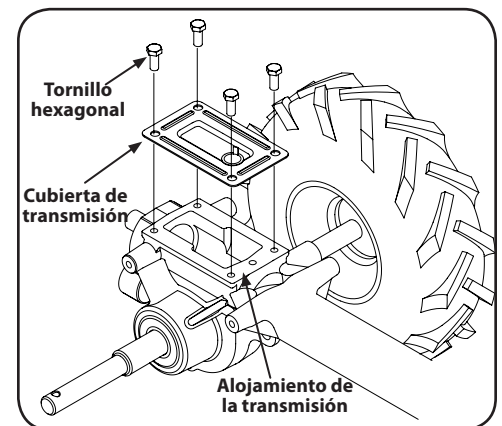

Figura 5-5
- Retire toda la suciedad y limpie el área alrededor de la cubierta de transmisión. Vea la Figura 5-5.
- Retire los cuatro tornillos hexagonales ($\frac{5}{16}$ -18 x .75) asegurando la cubierta de la transmisión al eje de la transmisión y retire la cubierta. Vea la Figura 5-5.